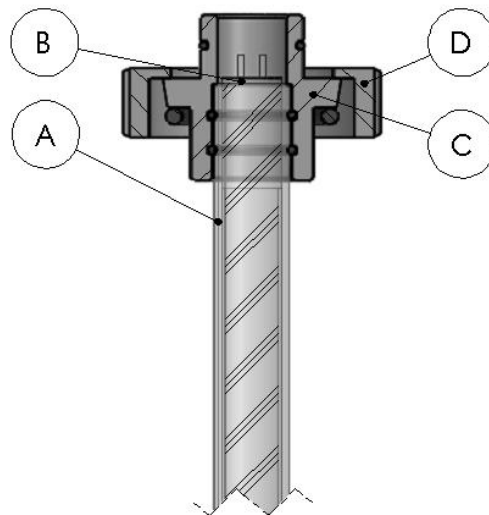

Abb. 5 Tauchrohrsystem UV-Lampe
Das Quarzglasrohr (A) ist Bestandteil des Tauchrohrsystems Abb.5 der UV-C-Lampen und ist fest mit dem Tauchrohrkopf (C) verbunden. Nach öffnen der Überwurfmutter (D) des Tauchrohrsystems kann das Quarzglasrohr (A) zusammen mit dem Tauchrohrkopf (C) herausgenommen werden. Die Quarzglasrohre (A) sind jährlich auf Verkalkungen und Verschmutzungen zu überprüfen. Sind deutliche Verkalkungen oder Verschmutzungen auf den Quarzglasrohren zu erkennen sind diese auszutauschen. Die Überprüfung der Quarzglasrohren ist vor der Inbetriebnahme (Abs.6) durchzuführen. Die Quarzglasrohre sind spätestens nach 10 Jahren auszutauschen.